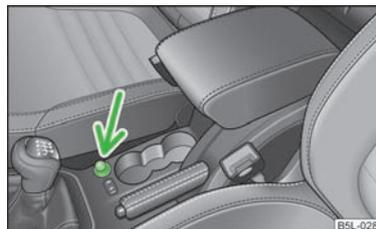

Fig. 69
- Enfoncez le bouton d'allumage de l'allume-cigare » fig. 69.
Dans la console centrale avant - » fig. 69.